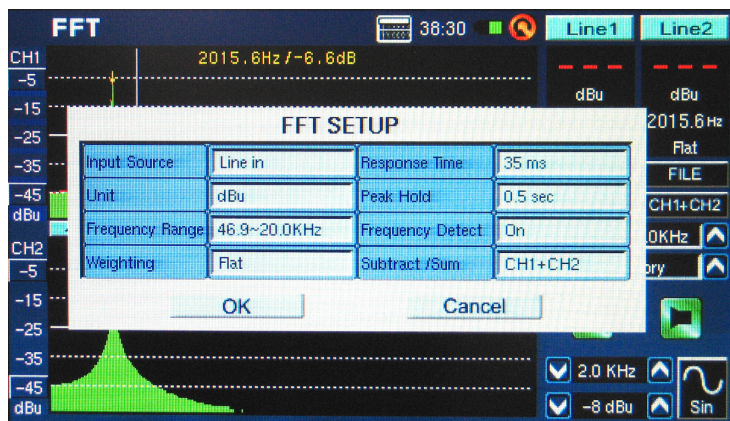

figura 33
3. Setee la 'ponderación' de FFT. La ponderación más común para muchas aplicaciones es plana (es decir, no ponderación). (figura 33)
4. También setee el tiempo de respuesta y, enciende o apague peak hold y detección de frecuencia como sea necesario. (figura 33)